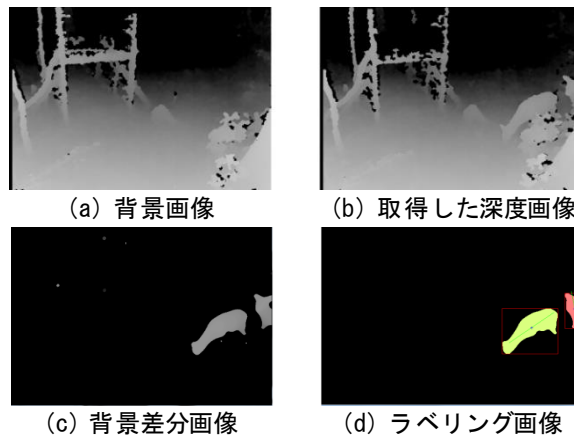

図 2 画像処理による動物カウント
Step1: 事前に何も動物が映っていない背景を深度画像として取得し、背景画像とする。(図 2(a))
Step2: 一定間隔で深度画像 (図 2(b)) を取得し、背景画像と取得した画像で差分する。(図 2(c))
Step3: 背景差分を行った画像に対して平滑化・二値化・ラベリング(図 2(d))を行う。
この Step2 から Step4 の動作を一定時間ごとに行う。なお、図 2 の場合、カウントした数は 2 頭である。